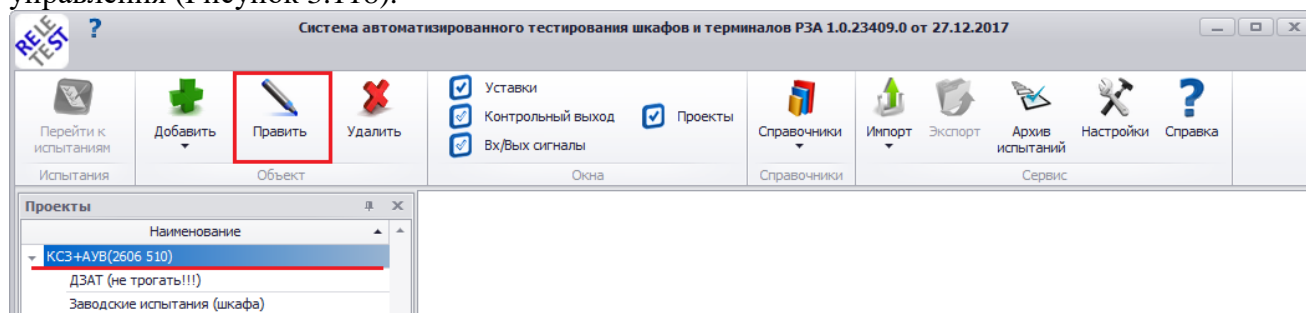

Рисунок 3.118
- в мобильном окне «Проекты» левой клавишей мыши выделить наименование группы проектов, требующей исправления, и нажать на кнопку «Править» на панели управления (Рисунок 3.118).